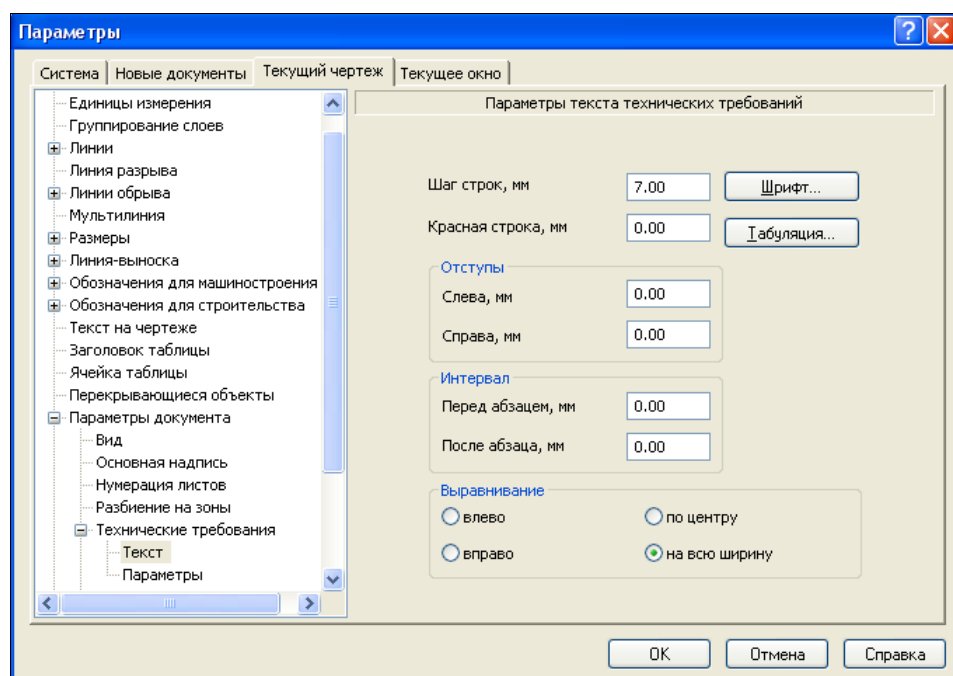

Рис. 13.4. Диалоговое окно Параметры с открытой панелью Технические требования
- ◆ щелкните ЛК мыши по знаку "плюс" перед пунктом **Технические требования**. Он разделился на два подпункта: **Текст** и **Параметры**. Щелкните ЛК мыши по пункту **Текст**. В правой части на панели **Параметры текста технических требований** (рис. 13.4) необходимо: